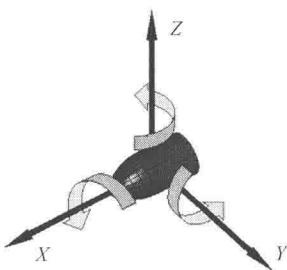

图 0-1 自由度
(2) 自由度 一个不被约束的刚性物体在空间坐标系中具有 6 个自由度：3 个为平移自由度，3 个为转动自由度。如图 0-1 所示，它能够沿 X、Y 和 Z 轴移动，并绕 X、Y 和 Z 轴转动。